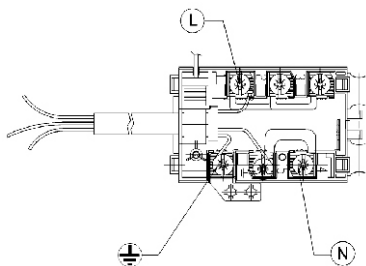

Рисунок 13.
- В) С учетом типа подключения передвиньте соответствующие переключатели (рисунок 13)